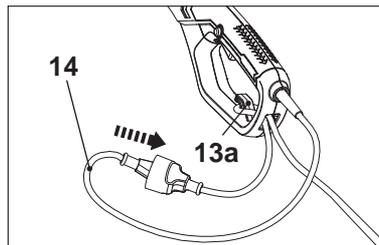

Fig. 6
2. Branchez le cordon d'alimentation [14] à la prise de la rallonge (Fig. 6).